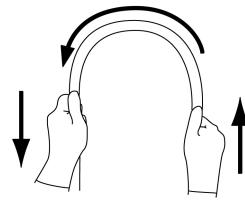

図2
- 5.挿入部を両手で持ち、全長にわたって図2に示すように順次半円の頂点をすくうように曲げたときに、適切な軟らかさを有しておらず、軟らかさが不連続になっているなどの異常がないこと。